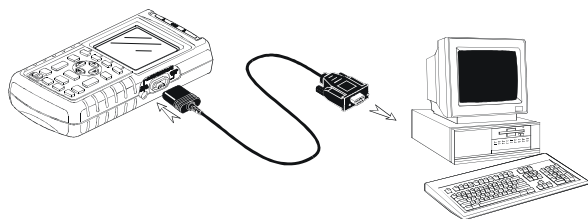

図 1-24. コンピューターへの接続方法
- 光絶縁 RS-232 インターフェース・アダプター/ケーブル (PM9080) を用いてコンピュータと本器の OPTICAL PORT を接続します。図 1-24 を参照してください。